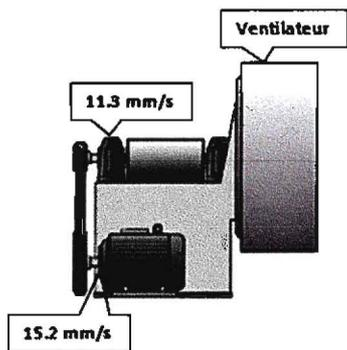

Figure 1. Ventilateur d'extraction
3. Comment vous jugez les valeurs des vibrations efficaces, côté moteur et côté ventilateur (Figure 1).